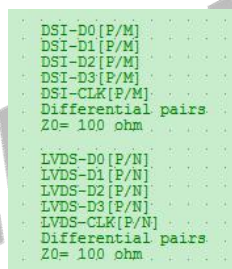

图 2-55 LVDS、MIPI-DSI 信号走线阻抗要求
- 需在原理图中标注清楚 LCD 电源的工作电压和最大工作电流，以便 PCB layout 设计，如图 2-55 所示：